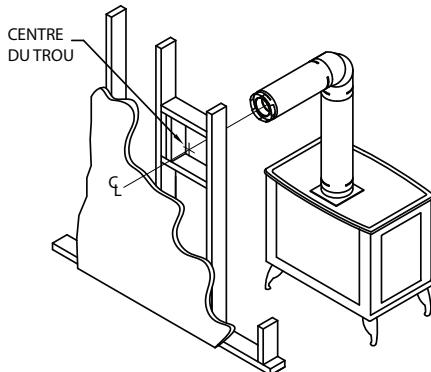

Figure 6
(3) La ventilation DirectVent Pro n'a pas besoin d'être scellée avec un produit d'étanchéité, sauf en cas d'exigence du fabricant de l'appareil.
Étape 3. L'adaptateur et les sections de tuyau reliés à l'appareil, déplacer l'appareil à sa bonne position et marquer le mur pour y percer un trou carré de la bonne dimension. Se reporter au **Tableau 1, page 8** pour la bonne dimension de l'ouverture carrée, sauf indication contraire des exigences d'espacement du fabricant de l'appareil. L'axe du conduit doit être aligné avec le centre du trou carré (*Fig. 6*). Découper et armer le